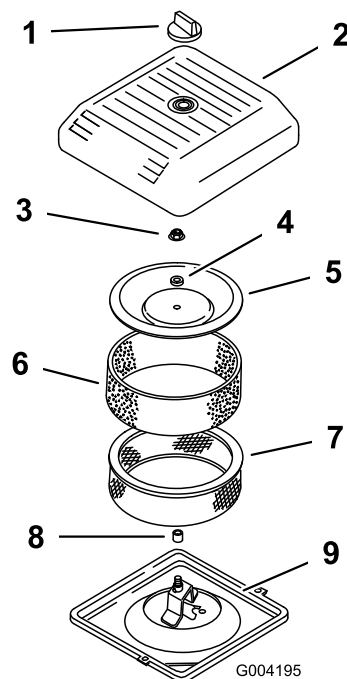

図 155
- エアクリーナのカバーを固定しているノブを外し、カバーを取り出す(図 155)。
4. ペーパーエレメントについているスポンジエレメントを注意深く外す(図 155)。
5. カバーナットを外し、カバー、スペーサ、ペーパーエレメントを外す(図 155)。